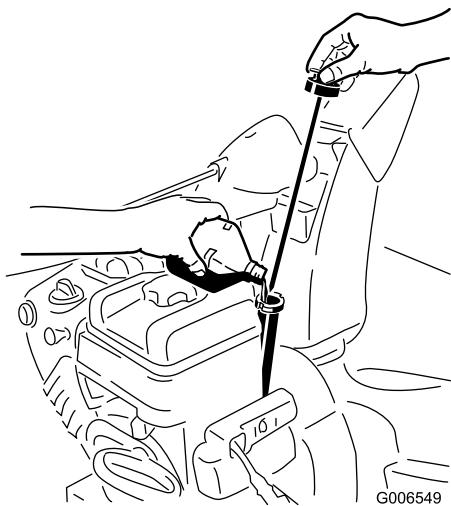

Figure 19
- Retirez la jauge et versez de l'huile **lentement** dans le goulot de remplissage pour faire monter le niveau de liquide jusqu'au repère du plein (Full) sur la jauge. **Ne remplissez pas excessivement** (Figure 19). Voir Contrôle du niveau d'huile moteur à la section Entretien.